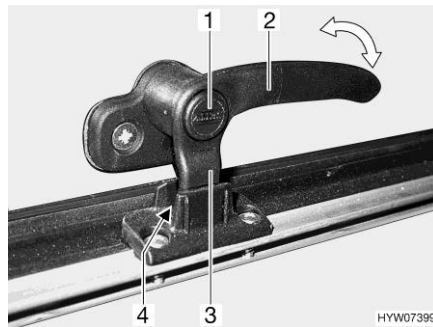
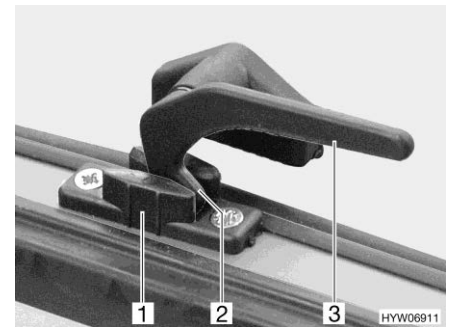

Bild 98 Låsarm med låsknapp i läget "kontinuerlig vädring"
Bild 99 Låsarm i läget "kontinuerlig vädring"
- I läget "kontinuerlig vädring" (Bild 98 och Bild 99)
- Tryck på låsknappen (Bild 98,1) om sådan finns och håll den nedtryckt.
- Sväng låsarmen (Bild 98,2 eller Bild 99,3) ett kvarts varv mot fönstrets mitt.
- Vrid tillbaka låsarmen. Därvid måste låsarmens låsspaka (Bild 98,3 eller Bild 99,2) föras in i spåret på fönsterlåsen (Bild 98,4 eller Bild 99,1).
- Släpp låsknappen (Bild 98,1) om sådan finns.